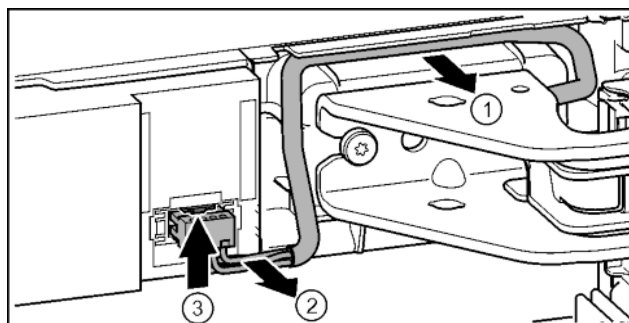

Fig. 20
- ▶ Осторожно освободить кабель над опорным кронштейном из направляющей. Fig. 20 (1)
- ▶ Аккуратно вытянуть жилы кабеля из канала. Fig. 20 (2)
- ▶ Прижать соединительную накладку вверх и осторожно вынуть штекер. Fig. 20 (3)